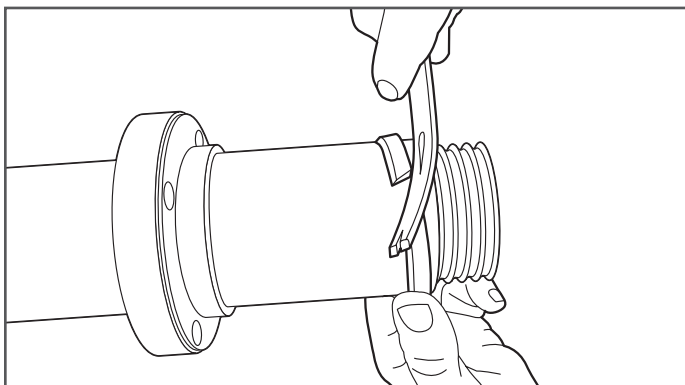

Figure 8-8
8. Ouvrez et retirez le verrou de gaine à l'aide d'un tournevis plat ou d'un levier plat (Figure 8-8).